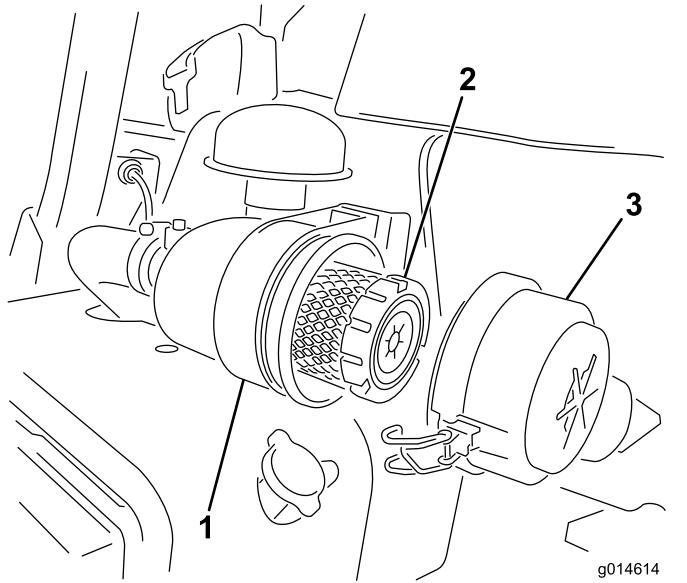

图45
1. 松开将空气滤清器盖固定到空气滤清器壳体上的闩锁（图45）。
6. 固定搭扣（图45）。